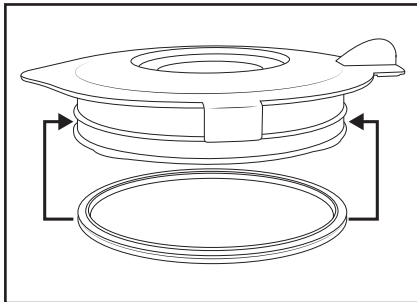

Fig. 3
- Curățați recipientul de amestecare ❸ numai cu o perie cu coadă lungă, pentru a evita răniurile la contactul mâinilor cu cuțitele ❹.
- Curățați dopul de umplere ❶ și capacul ❷ în soluție de curățat delicată. Pentru curățarea cu mâna puteți îndepărta garnitura din cauciuc ❾. Aveți grijă ca garnitura din cauciuc ❾ să fie din nou așezată corect înainte de a reutiliza capacul ❷ (fig. 3).